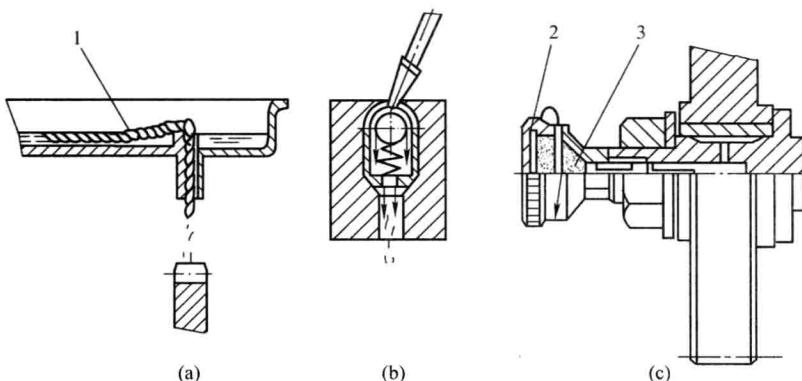

图2.5 润滑的几种方式
- (1) 浇油润滑：用于外露的滑动表面。
- (2) 溅油润滑：用于密闭箱体中旋转的零部件。
- (3) 油绳导油润滑：用于进给箱和滑板箱的油池中（见图2.5(a)）。
- (4) 弹子油杯注油润滑：用于尾座、中滑板及三杠支架的轴承处（见图2.5(b)）。
- (5) 黄油杯润滑：用于交换齿轮箱挂轮架的中间轴或不便经常润滑处（见图2.5(c)）。